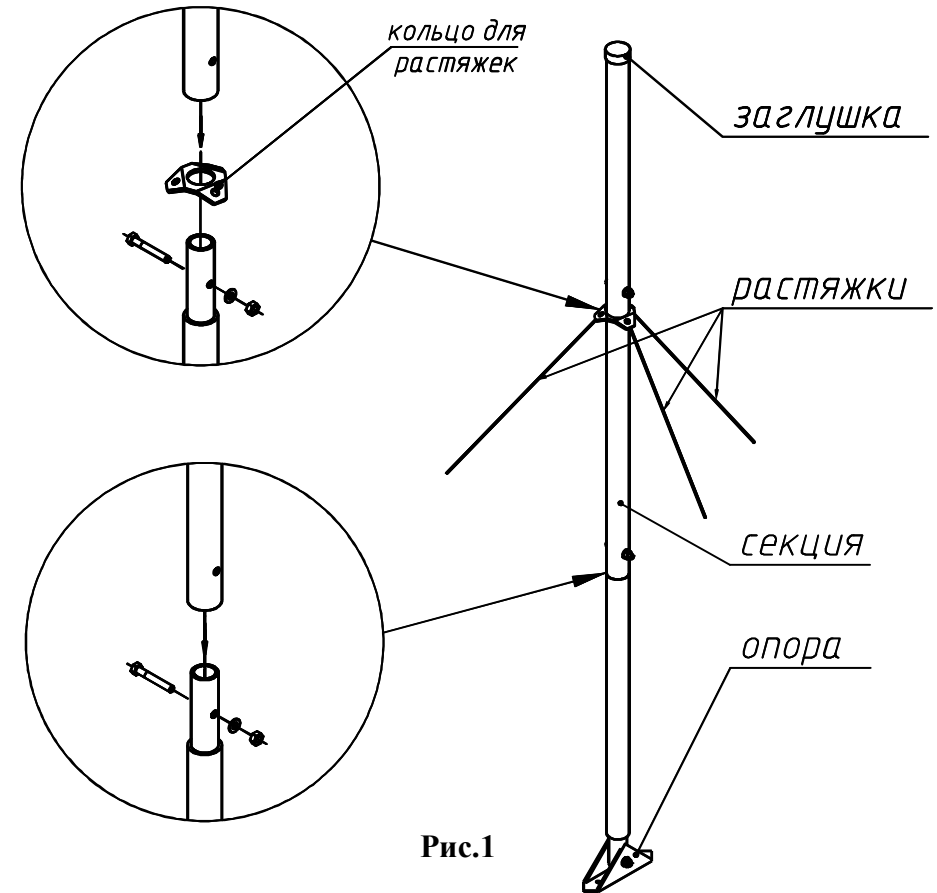

Рис.1
- 5.4. Произвести сборку секций мачты согласно рис.1